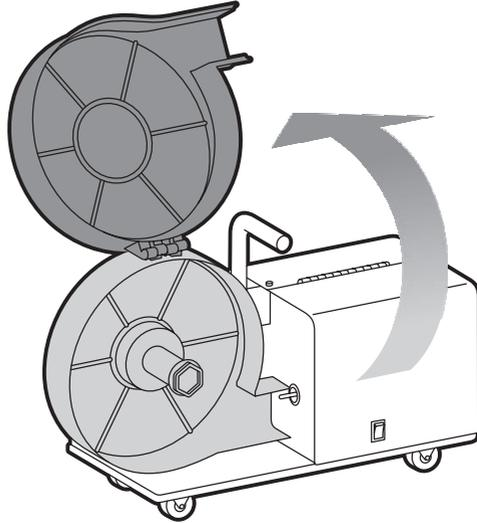

Рис. 8.4.1. Открытие дверцы защитного кожуха.
1. Откройте защитный кожух для сварочной проволоки (см. рис. 8.4.1).